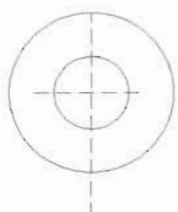

图 10-146
(5) 绘制两条正交直线作为辅助线。
(6) 把“实线”图层设为当前图层, 然后以辅助线的交点为圆心, 分别绘制半径为 15mm 和 33mm 的圆, 如图 10-146 所示。